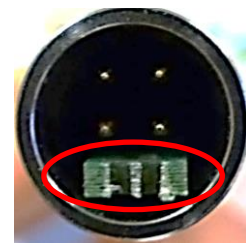

Abb. 3
**Achtung:** Der Anschlussstecker des Programmieradapters (Abb. 3) ist richtig herum aufzustecken → der grüne Abstandshalter ist in Richtung Kabelauführung (M12-Stecker oder PG) auszurichten.